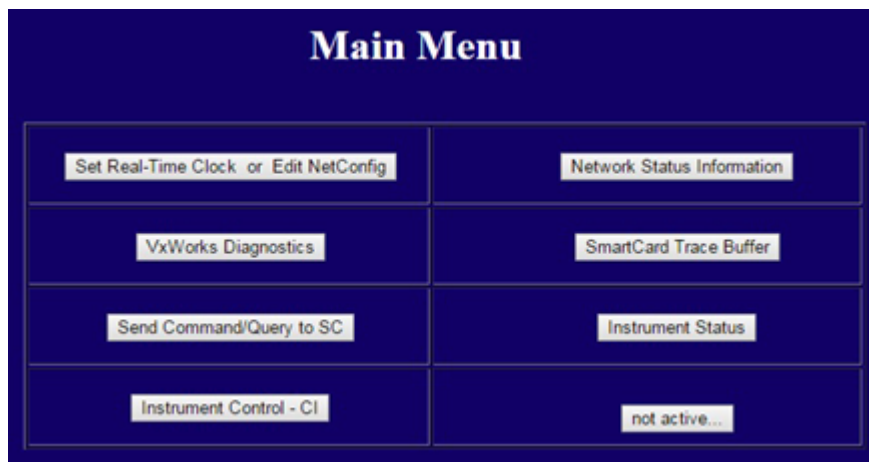

Figura 21. Menu principal do WUI
- 4 Digite o endereço IP em uma URL do navegador Web do PC para exibir a página de menu principal da WUI. (Consulte Figura 21.)